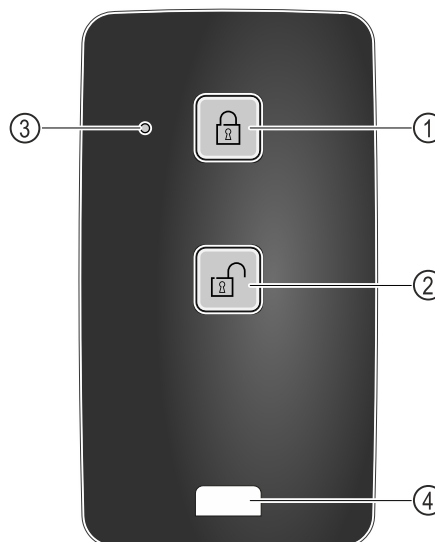

Fig. 210
- (1) Bloquear el cierre
- (2) Desbloquear el cierre
- (3) LED de estado
- (4) Anilla de fijación
- Pulsar el botón Fig. 210 (1) del mando a distancia.
- Pulsar el botón Fig. 210 (2) del mando a distancia.
- El LED de estado Fig. 210 (3) emite una señal visual al pulsarse el botón.
- Anilla Fig. 210 (4) para la fijación del mando a distancia, p. ej., en un llavero.